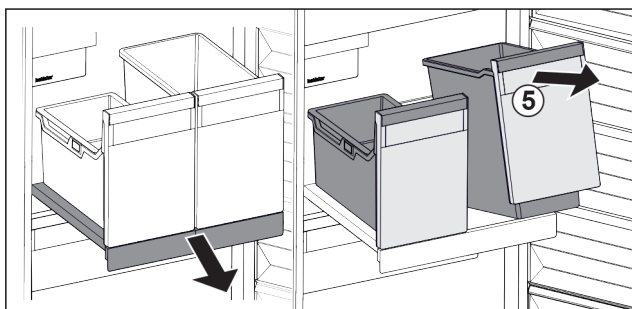

Fig. 25
- ▶ Nadvihnite nádobu Fig. 25 (5) vpredu.